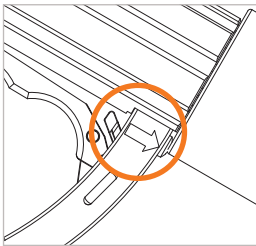

Abbildung 22
- ▶ Ziehen Sie den Verriegelungshebel (Pos. 5) in Pfeilrichtung zurück (*Abbildung 22*), um den Verriegelungsmechanismus zu lösen und den Betätigungshebel in die OFF-Stellung zu bringen.